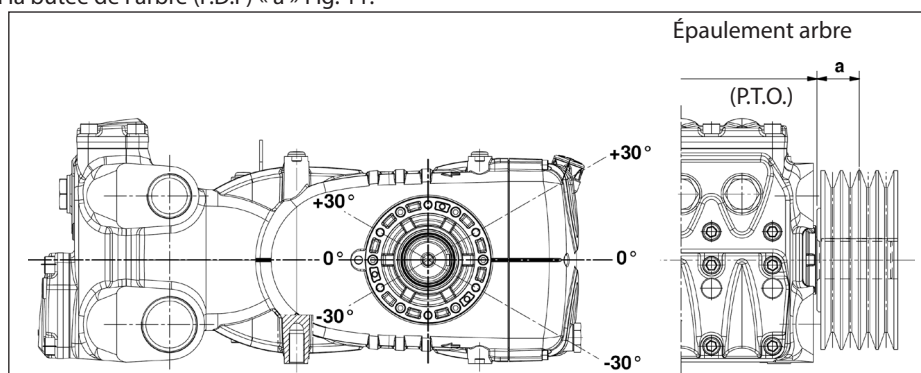

Fig. 11
La transmission est considérée appropriée si une telle charge est appliquée à une distance maximum de $a = 40$ mm de l'épaule de l'arbre (P.T.O) comme l'indique la Fig. 11.
- b) Utiliser des courroies à haut rendement - par exemple **XPB** au lieu de **SPB** - car il sera nécessaire d'avoir une quantité inférieure de courroies égales à la puissance transmise et par conséquent une distance inférieure de la résultante par rapport à la butée de l'arbre (P.D.F) « a » Fig. 11.
- e) Contrôler la direction de la tension de la courroie comme indiqué Fig. 11 : pour toute autre nécessité, contacter le **Bureau Technique** ou le **Service d'Assistance Clients**.